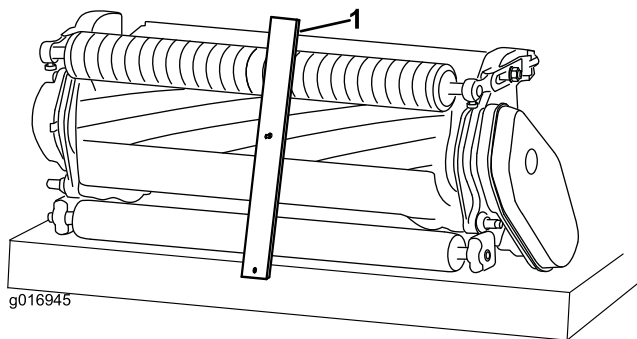

Рисунок 10
2. Зачепіть головку гвинта планки вимірювання висоти скошування за праву сторону різальної крайки протиножа та обіпріть задню частину планки на задній ролик (Рисунок 10).